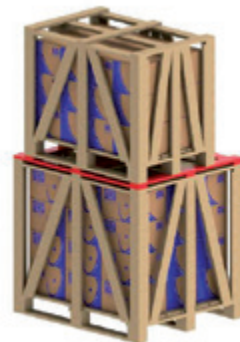

Рисунок 5.5 - Использование дополнительных брусков при штабелировании
4) В случае установки ящиков меньшего размера на ящики большего размера, необходимо обеспечить дополнительную опору в виде деревянных брусков, способных выдержать вес (см. Рисунок 5.5) Данное условие важно в случае упаковок электродвигателей размеров от IEC 225S/M (NEMA 364/5T) и выше.